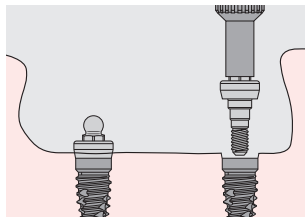

Fig. 2
3. (Fig. 2): El Dalbo® Certain® Abutment se atornilla manualmente en el implante empleando el destornillador O-Ring/Dal-Ro (PAD01).